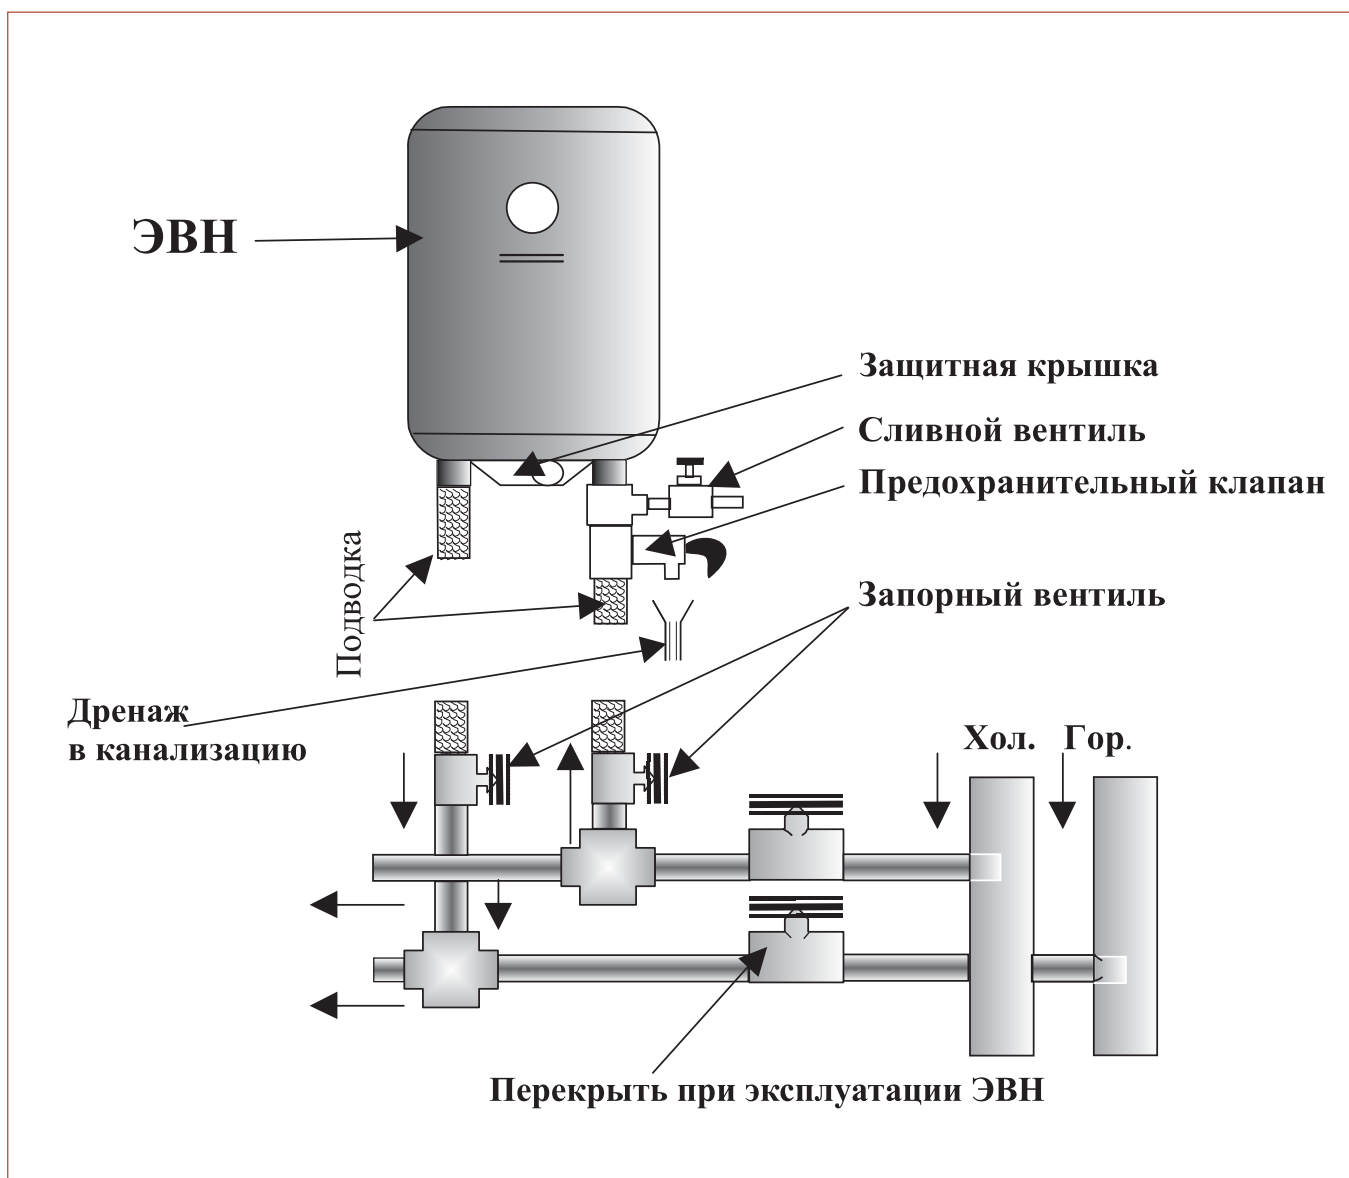

Рис. 1. Схема подключения ЭВН к водопроводу
Подключение к водопроводной системе производится в соответствии с Рис.1 при помощи медных, пластмассовых труб или специальной гибкой сантехподводки. При монтаже не допускается чрезмерных усилий во избежание повреждения патрубков, стеклофарфорового покрытия внутреннего бака ЭВН.
**Примечание:** для облегчения обслуживания ЭВН в процессе эксплуатации рекомендуется установка сливного вентиля (не входит в комплект поставки ЭВН) в соответствии с Рис. 1. Если давление в водопроводе превышает 0,6 МПа, то на входе перед предохранительным клапаном необходимо установить соответствующий редукционный клапан (не входит в комплект поставки ЭВН).